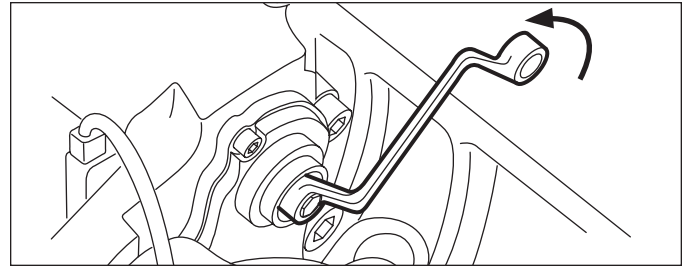

Figure 20 – Recul du régleur (augmentation du jeu fonctionnel)
4.2.2 Recul du régleur (augmentation du jeu) : Avec une clé à œil 10mm, six points de prise, tourner l'adaptateur (61) **dans le sens antihoraire**; arrêter de tourner après trois cliquetis. **N. B. :** Ne pas utiliser une clé à fourche sous peine d'endommager l'adaptateur. Cf. Figure 20.